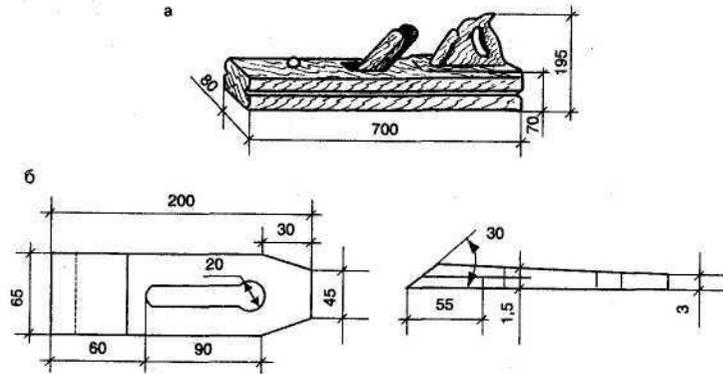

Рис. 76. Фуганок (размеры в мм):
**Фуганок** (рис. 76) длиннее рубанка раза в три (0,7 м), поэтому он не «ныряет» и обеспечивает плоскостность длинных изделий. Сначала фуганок снимает короткие ленты стружки с вершин горбов, а когда стружка ста-